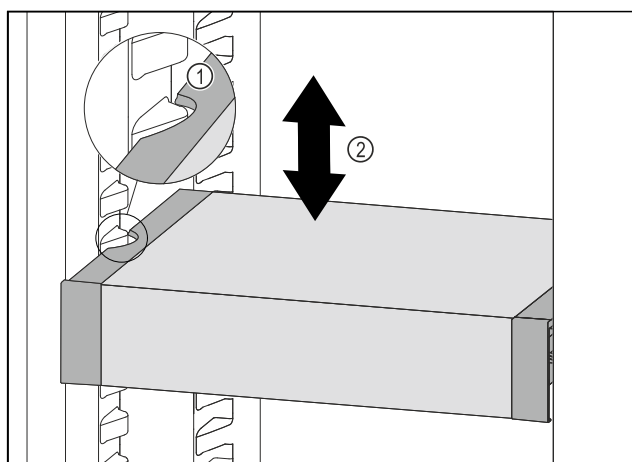

Fig. 151
- ▶ 向前移动 VarioSafe，直到 VarioSafe 两侧的凹槽与冷藏区中的容器肋梁持平。 Fig. 151 (1)
- ▶ 在冷藏区中向上或向下移动 VarioSafe，直至所需高度。 Fig. 151 (2)